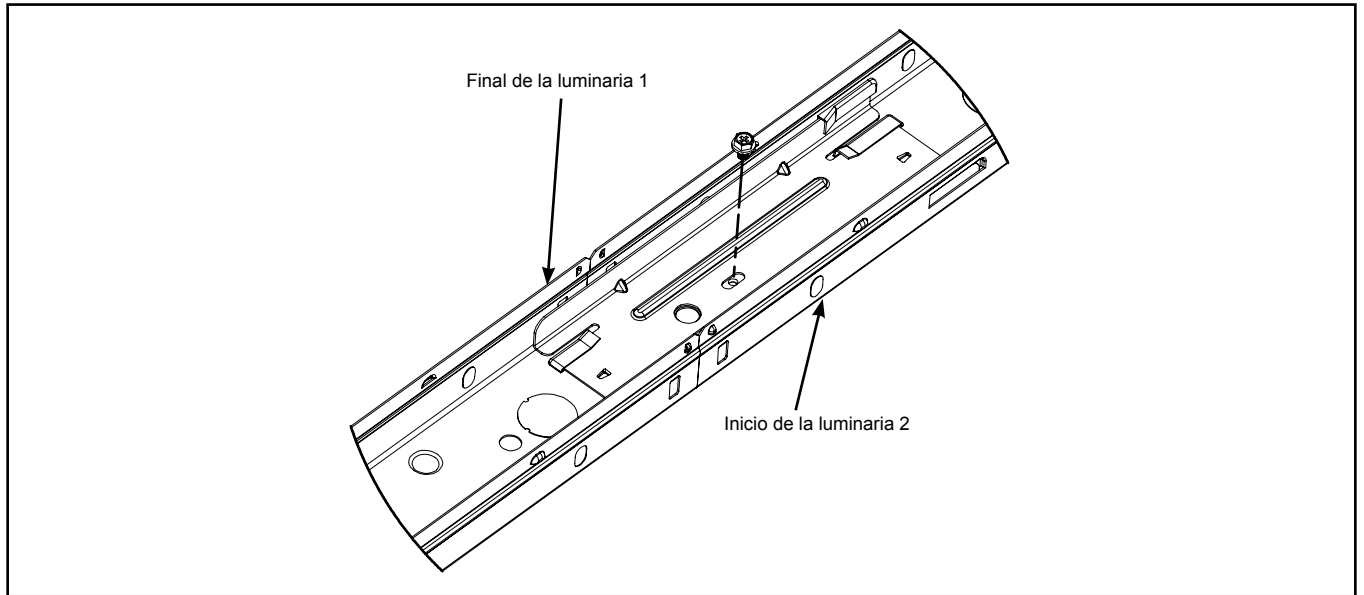

Figura 4
4. Deslice el otro extremo del soporte en la luminaria que desea montar en hilera. Luego, use los tornillos incluidos para sujetar el soporte en su lugar (Figura 4).